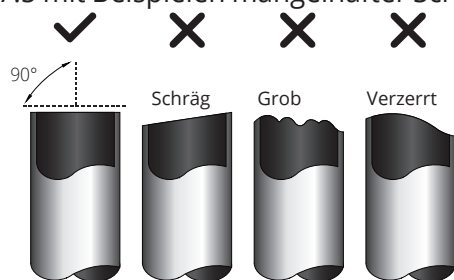

Fig. 7.5
1. Achten Sie darauf, dass Sie das Rohr in einem exakten Winkel von 90  schneiden. Siehe dazu Abb. 7.5 mit Beispielen mangelhafter Schnitte